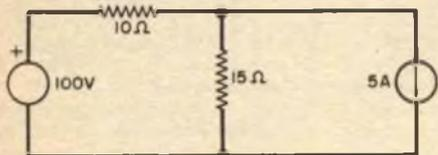
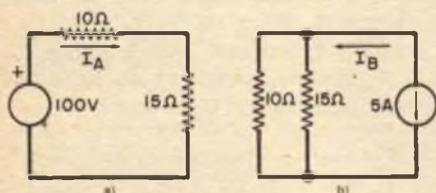

Fig. 28
Fig. 29
**Esempio 25** - Usando la superposizione, trovare la corrente nel resistore da  $10\ \Omega$  della fig. 28. Soluzione: ponendo a zero la sorgente di  $5\ \text{A}$ , si ottiene la fig. 29-a; corrente  $I_{A(10)} = 100/(10+15) = 4\ \text{A}$ . Ponendo a zero la sorgente di  $100\ \text{V}$ , si ottiene la fig. 29-b.  $I_{B(10)} = -5 \times 15/(10+15) = -3\ \text{A}$ . Quindi,  $I_{10} = 4 - 3 = 1\ \text{A}$ .